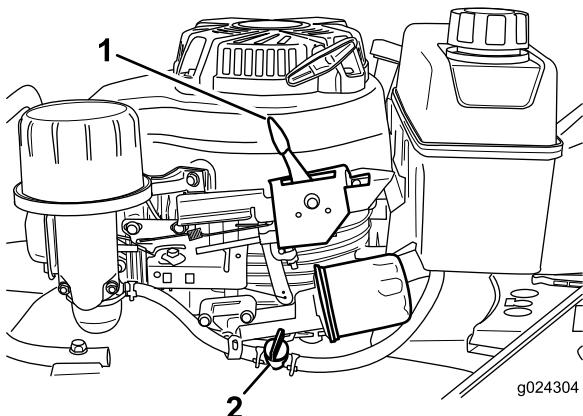

Figura 14
2. Abra la válvula de combustible (Figura 14).
3. Mueva la palanca de control del acelerador (Figura 14) a la posición de Estarter.
Suelte la barra de control de las cuchillas y mueva la palanca de control del acelerador (Figura 14) a la posición de Parada.
Nota: Cierre la válvula de combustible (Figura 14) a menos que vaya a volver a arrancar el motor en breve.